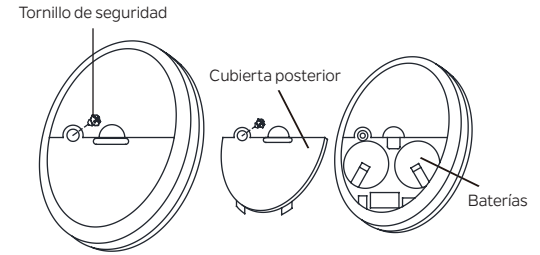

Figura 25
## INSTALACIÓN DE LAS BATERÍAS DEL TRANSMISOR (Figura 25)
**(Figura 25)** Instale dos baterías CR2032 de 3 V (incluidas) con el lado + orientado hacia arriba.